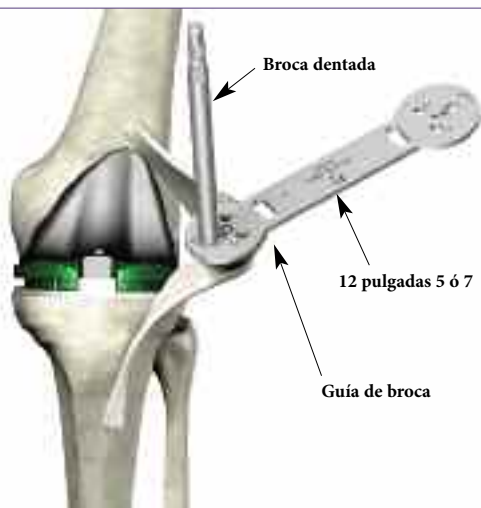

Figura 71
- ▶ Centre la guía de broca rotuliana elegida sobre la rótula con el mango perpendicular al surco troclear. Perfore tres orificios de fijación con la broca dentada apropiada (**Figura 71**).